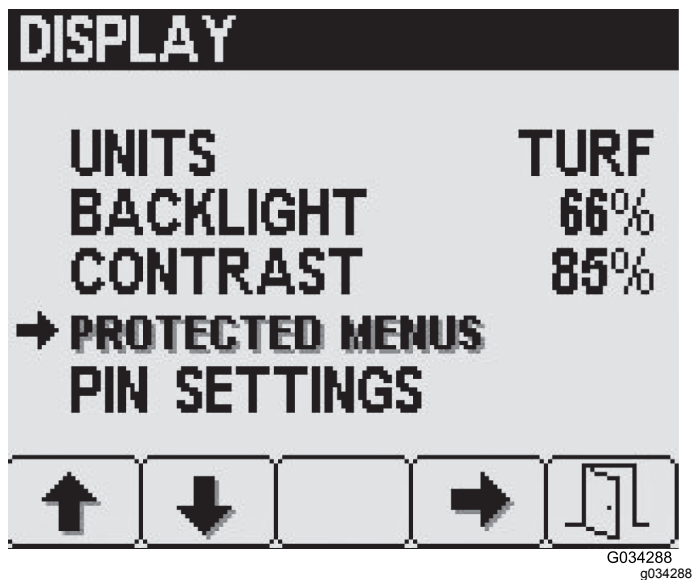

Figura 22
1. Prima o botão 2 no ecrã de definições até chegar à opção de menus protegidos e depois prima o botão 4 para seleccionar (Figura 22).
2. Prima o botão 2 até chegar ao item de menu protegido pretendido (Figura 22).